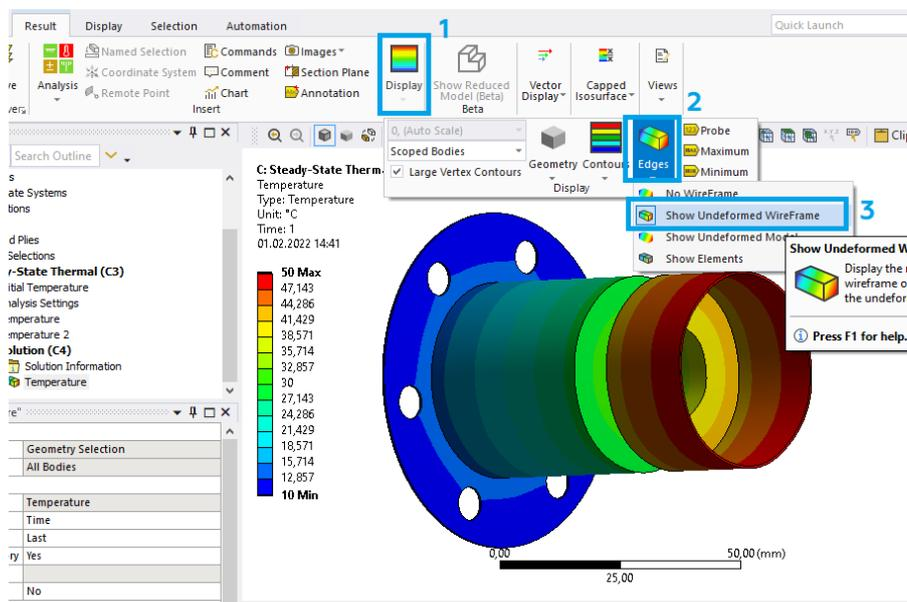

Рис. 31. Скрытие сетки
15.5. Перед сохранением результатов расчета отключаем отображения сетки (рис. 31). Для этого в разделе *Display* (1) выбираем *Edges* (2) – *Show Underformed WireFrame* (3). После этого мы увидим модель без сетки.